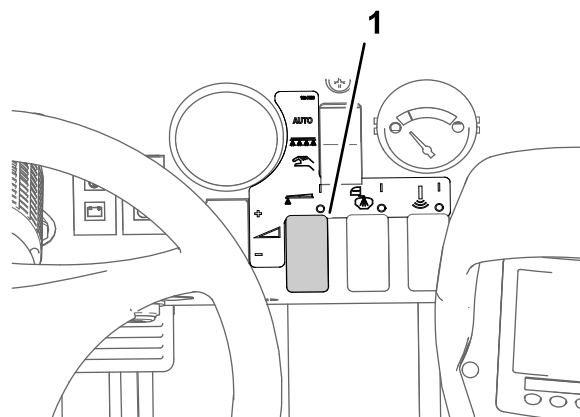

Figura 43
8. Utilice el interruptor de caudal para obtener la presión de fumigación deseada, según lo indicado en la Guía de selección de boquillas proporcionada con el fumigador (Figura 43).